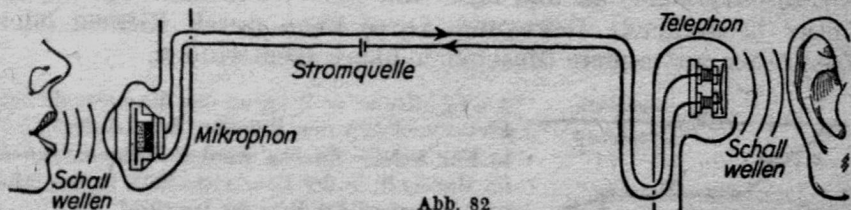

Abb. 82
**Aufgaben:** a) Beschreibe nach Abb. 82 den Vorgang des Telephonierens!